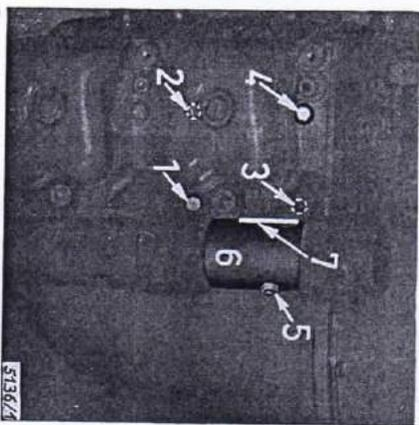

Fig. 39
La position des vis de culasse 1, 2, 3 et 4 est indiquée à la figure 39. La tête de vis (3) se trouve dans le canal d'aspiration. Pour y accéder, il faut enlever l'écrin à six pans (5) et déposer le tuyau d'aspiration (6). Avant de replacer le tuyau d'aspiration (6), veiller à bien mettre en place le joint (7).